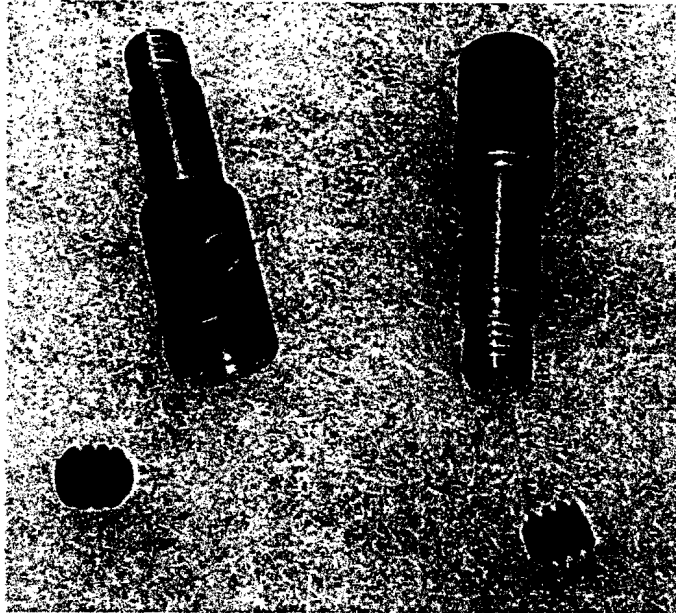

Figure 1 : Example of steel axle
D) หากเราต้องการผลิตเพลาลูกจากเหล็ก 1050 steel (ดู figure 1 ใน appendix A) โดยให้ชิ้นงานที่ได้มีค่าความแข็งที่ HRC 23 เราสามารถใช้กระบวนการทางความร้อนหลายแบบต่างๆ กัน จงตอบคำถามดังต่อไปนี้ (นักศึกษาสามารถใช้ diagram 1 และ iron-carbon phase diagram ใน appendix A และ appendix B เพื่อช่วยในการตอบคำถาม)